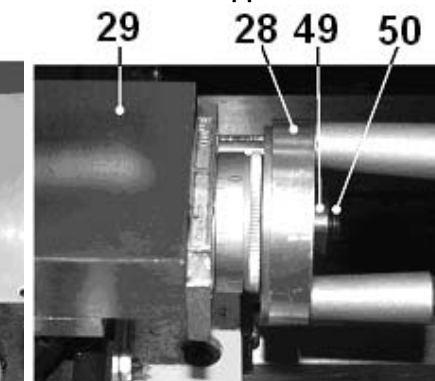

Рис. 7
9.4. Регулировка перемещения ходовых винтов суппортов (Рис. 7, 8)
9.4.1. Для регулировки перемещения ходового винта поворотного суппорта (29) ослабьте фиксацию гайки (49) поворотом винта (50) против часовой стрелки. Вращая гайку (49) по часовой стрелке, выберите люфт. Вращение маховика подачи (28) поворотного суппорта (29) должно быть свободным и плавным. Поворотом против часовой стрелки винта (50) зафиксируйте положение гайки (49), Рис. 7.